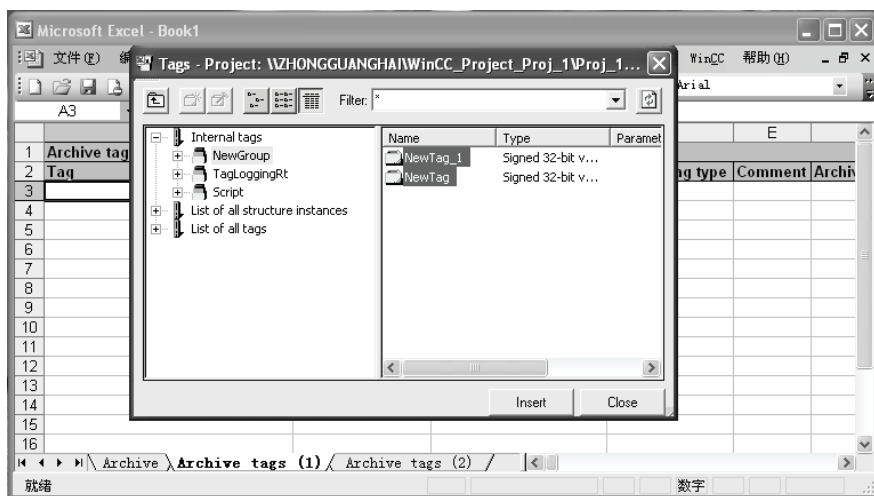

图 16-13 插入 WinCC 变量
5) 切换至“Archive tags (1)”表格。在该表格中最多可以组态 65634 个二进制和模拟归档变量。如果 WinCC 项目已经打开, 可以进一步打开一个对话框。在“Archive tags (1)”表格中选择 WinCC 变量, 通过双击“Tag”列的数据区来打开该对话框, 如图 16-13 所示。